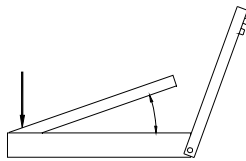

Bild 4
- Hierdurch springt das Farbband auf und kann gewechselt werden (siehe Bild 4).